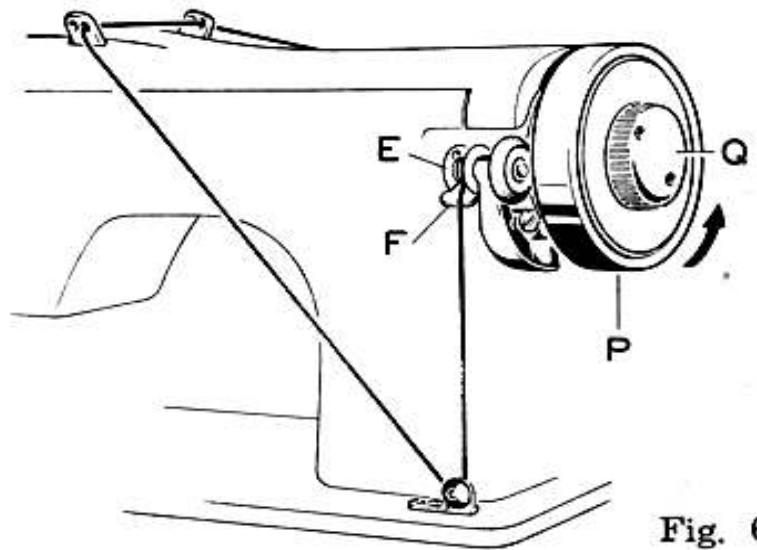

Fig. 6
- Disconnect balance wheel « P » by turning knob « Q » in the direction of the arrow (Fig. 6).